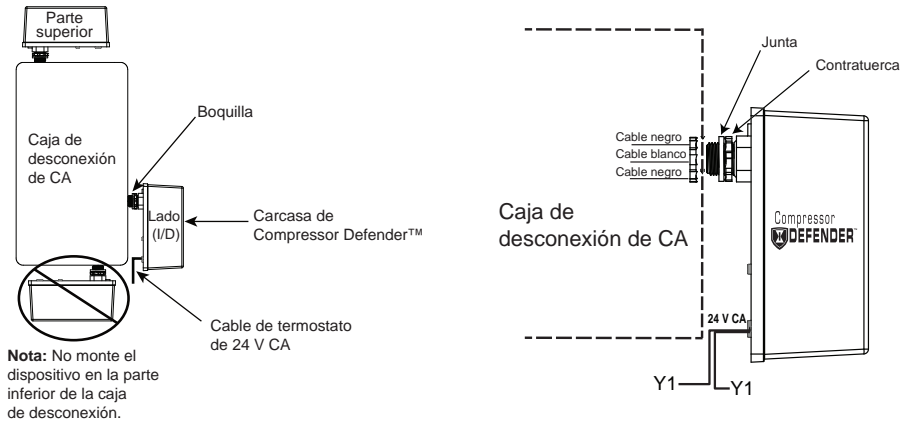

Figura 1. Instalación del Compresor Defender™ en una caja de desconexión de CA.
2. Monte el *Compressor Defender™* y asegúrese de que el cable de 24 V CA esté montado bajo la boquilla. Consulte la Figura 1.